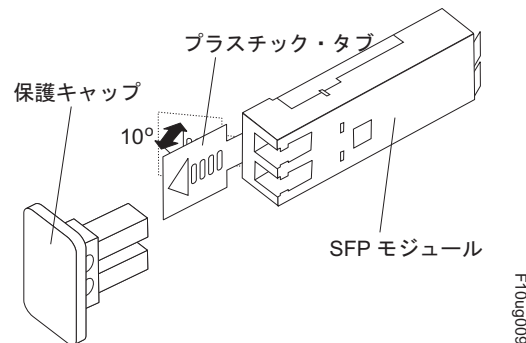

図 22. SFP モジュール・ラッチのアンロック - プラスチック・タブの場合
- ・ プラスチック・タブが入っている SFP モジュールの場合は、図 22 に示すように、プラスチック・タブを外側に 10° 引いて SFP モジュールのラッチをアンロックします。